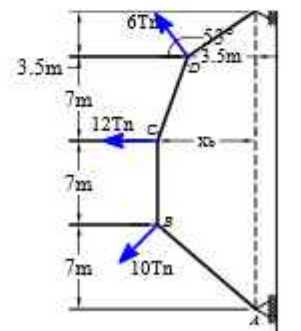

Figura 7.24
7.12 Determinar el centro de gravedad del área sombreada mostrada en la figura 7.24